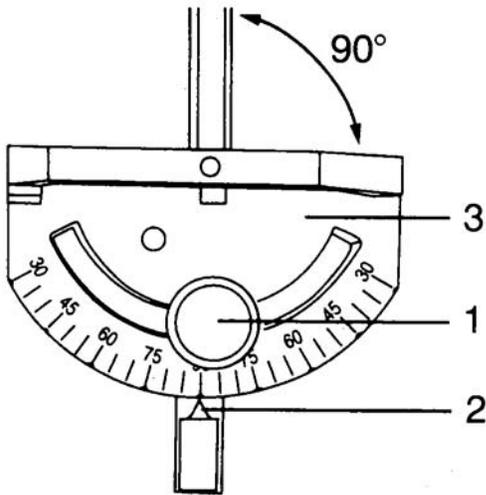

Fig. 16
1. Para ajustar el calibrador, afloje la perilla de prensa (1) para que el cuerpo calibrador (3) esté libre para girar (Fig. 16), usando la escuadra de combinación. Posicione el cuerpo del calibrador para que el apuntador (2) señale a  $90^\circ$ . Apriete la perilla de prensa para sujetarla en posición. Utilice una escuadra para asegurarse que el cuerpo este a  $90^\circ$  del la barra.
2. Si es necesario ajustar, afloje los dos tornillos debajo del apuntador (2) utilizando una llave hexagonal. Ajuste el apuntador a  $90^\circ$  en la escala. Apriete los tornillos firmemente.
3. Para cambiar los ángulos en el calibrador, afloje la perilla de prensa y rote el cuerpo del calibrador al ángulo deseado indicado por el apuntador (2). Fíjelo en la posición apretando la perilla de prensa.